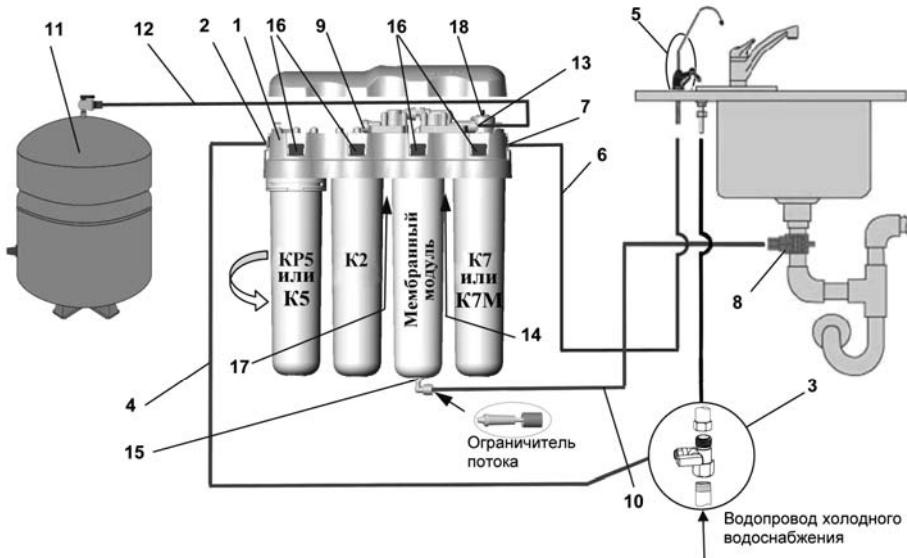

Рисунок 7. Схема установки водоочистителя
Ограничитель потока должен находиться со стороны мембранныго модуля (рис. 7).
Порядок установки модулей изображен на рис. 7.
Установка водоочистителя (рис. 7)
- Вместо мембранных модуля устанавливается заглушка (находится под крышкой водоочистителя – см. рис.7 поз. 18). Установите модули в последовательности, указанной на рис. 8: K2, KР5 (K5), заглушка, K7 (K7M).
- Установите модули на свои места (см. рис. 7)
- Нажав до упора и удерживая стопорную кнопку (16) (см. рис. 7), поверните использованный фильтрующий модуль против часовой стрелки и снимите его.
- нажав до упора и удерживая стопорную кнопку на крышке водоочистителя, выкрутите использованный фильтрующий модуль против часовой стрелки (рис. 7);
- вставьте модуль в блок коллекторов до упора и, слегка надавливая, поверните модуль по часовой стрелке до щелчка (рис. 7);